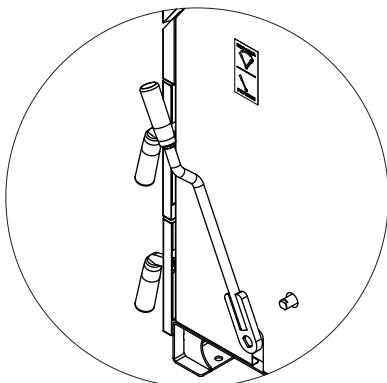

Рис.6 Положение рычага шировочного механизма при работе котла
8.4.1. Откройте полностью заслонку (поз.18) на дымоходе и заверните до упора ручку регулировки поднятия заслонки (поз.14). Заполните топку котла растопочным материалом (бумагой, лучиной, сухими дровами). Перед розжигом убедитесь в правильности установки рычага шировочного механизма (см. Рис.6) и шировочной решетки. и в том, что зольный ящик пуст. Произведите розжиг растопочного материала через шировочную дверцу (поз.13) и закройте дверцу.